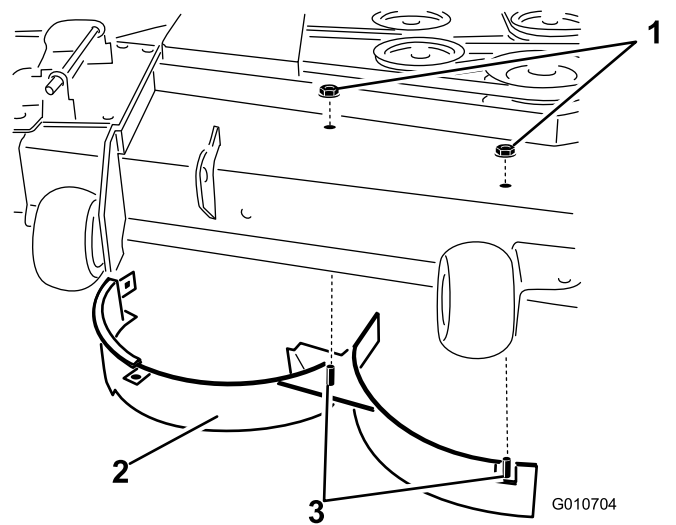

Figura 34
13. Rimuovete il bullone a testa tonda e il dado di bloccaggio fissati sul deflettore destro sulla parte superiore del piatto di taglio e rimuovete il deflettore destro dal piatto di taglio (Figura 34).
12. Rimuovete i 2 dadi di bloccaggio (5/16") che fissano i perni saldati del deflettore destro in posizione centrale e destra, sulla parte superiore del piatto di taglio (Figura 34).